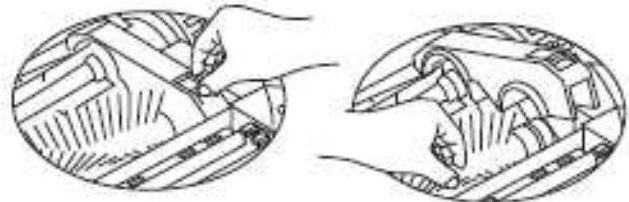

Figure 1
1. Spingere in avanti la barra di bloccaggio, sollevare il coperchio con il pollice destro, quindi sollevare il gancio che protegge la spazzola principale con la mano sinistra (vedi figure 1 e 2).